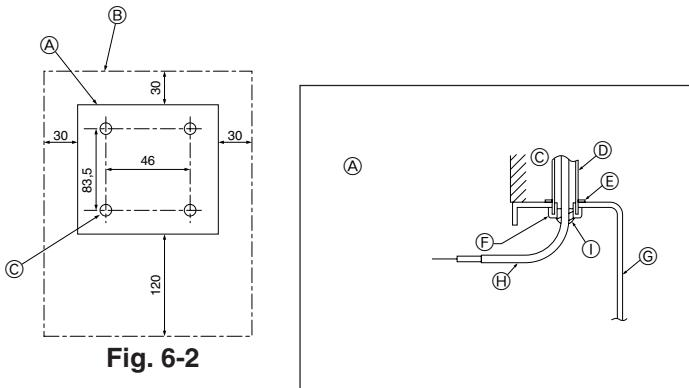
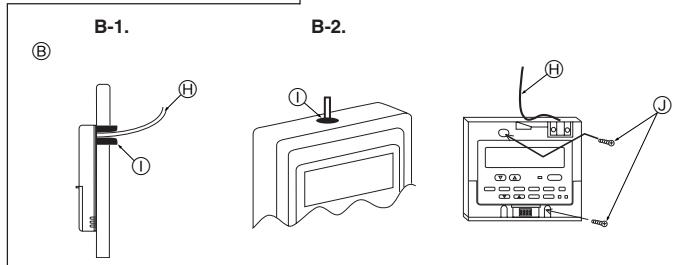

Fig. 6-2
Fig. 6-3
- (1) Uzaktan kumanda için bir montaj yeri seçin. (Fig. 6-2)
- ④ Uzaktan kumandanın profili
- ⑤ Uzaktan kumandanın çevresinde bırakılması gereken açıklıklar
- ⑥ Montaj mesafesi
- (2) Çıçık damlaları, su, hamamböceği ve kurtçuk girişini önlemek için uzaktan kumandanın bakım girişini macunlayın. (Fig. 6-3)
① Şalter kutusuna montaj için:
- (B) Doğrudan doğuya duvara monte etmek için aşağıdaki şıklardan birini seçiniz: